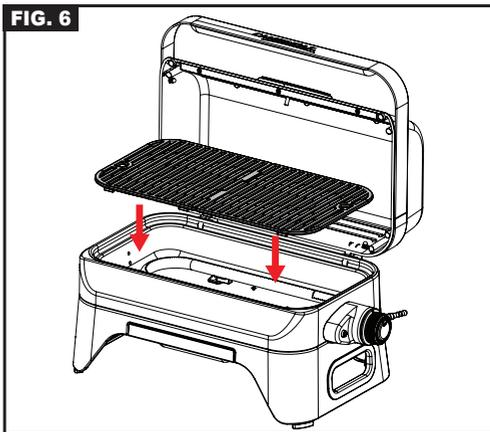

FIG. 7
3. Appuyez sur le bouton de commande puis tournez-le en sens anti-horaire jusqu'à la position plein débit (☞) (Fig. 7).
4. Attendre 2 à 3 secondes et appuyer plusieurs fois sur le bouton piezo (☞) (Fig. 7).
2. S'assurer que le bouton de réglage est en position "OFF" (O).
4. Appuyer et tourner le bouton de réglage correspondant dans le sens inverse des aiguilles d'une montre, jusqu'à la position plein débit (☞) (Fig. 7).